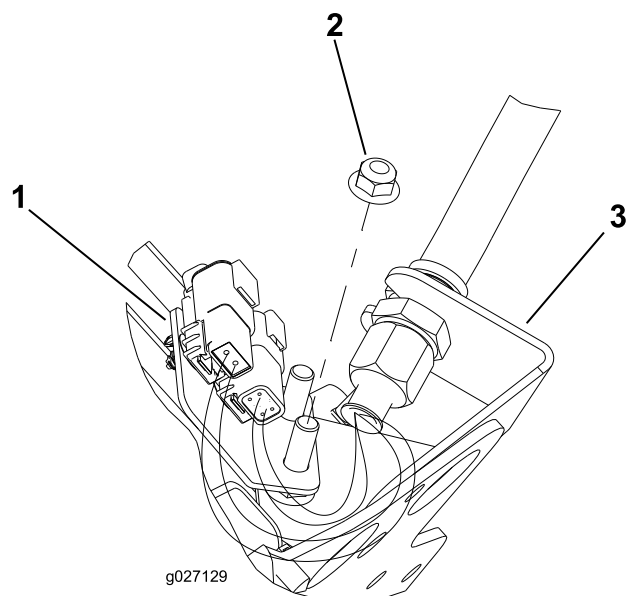
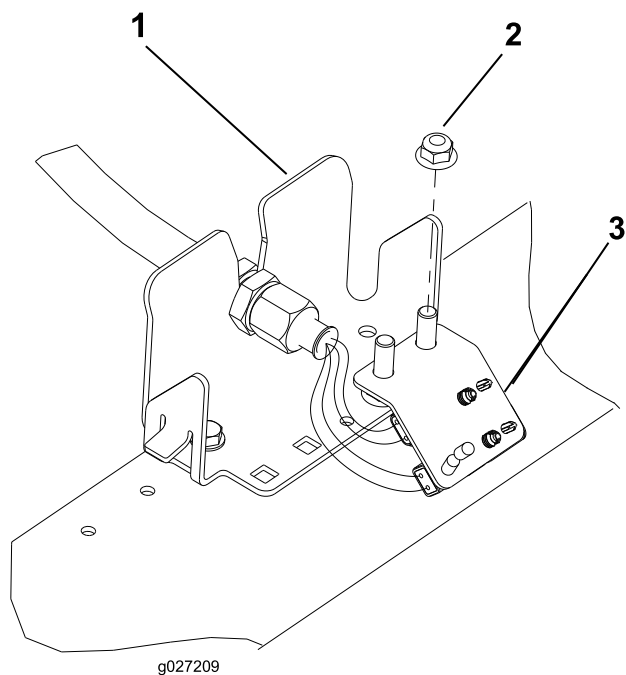

Figura 13
Figura 16
6. Ripetete la procedura nelle (4) posizioni di supporto rimanenti, come illustrato nelle immagini da Figura 13 a Figura 16.